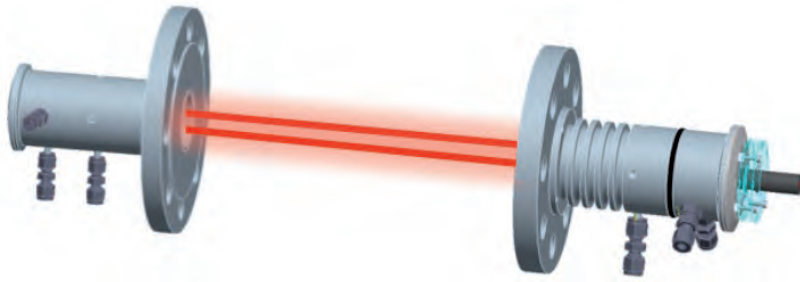

Abbildung 22 Montage des Laserpointers/Reflexionsmodus-Ziels am Flansch des TDL-Kopfes.
- 1 Laserpointer/Reflexionsmodus-Ziel am Flansch des TDL-Kopfes montieren (siehe Abbildung 22 auf Seite 52).
<p>1 Laserpointer/reflektierendes Ziel am Flansch des TDL-Kopfes montieren (siehe Abbildung 22 auf Seite 52).</p>